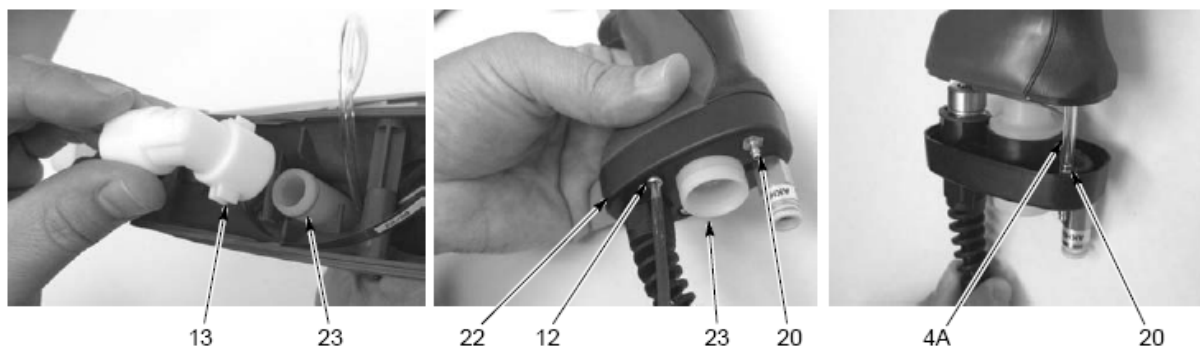

图 5-7 拆下弯管及拆开枪把座与枪把
7. 如图 5-7 所示。拆下入口管 (23) 上的弯管 (13)。
8. 旋下枪把座 (22) M3 x 20 紧固螺钉 (12)。
10. 从倒钩接头 (20) 中拔出 4 mm 透明空气管 (4A 过滤器组件)。